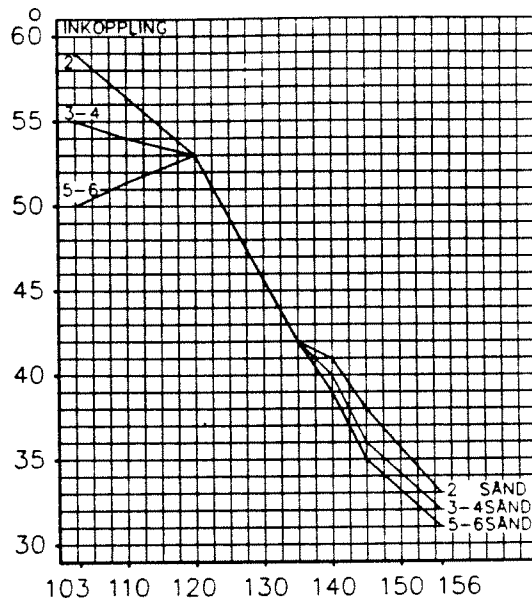

Bild 69. Ingångskoppling vid frekvensavstånd ≥ 1 MHz
- Ställ in IN-kopplingarna på F1, F2 och F3 enligt bild 69. Bild 69 gäller för ingångskoppling vid frekvensavstånd ≥ 1 MHz. F1 inkoppling = 50,5, F2 inkoppling = 45 och F3 inkoppling = 33